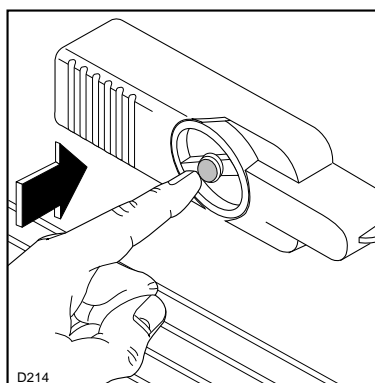

Fig. 4
- Sans modifier la position du thermostat, appuyez sur le bouton qui se trouve au centre de la manette du thermostat (Fig. 4).